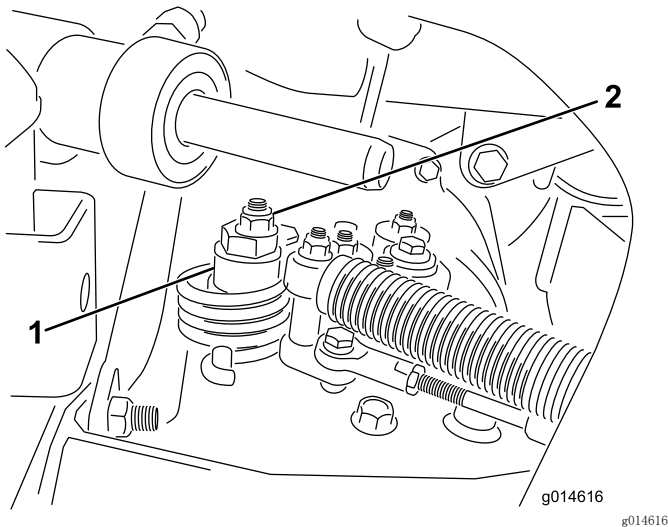

图32
- A. 松开将偏心螺栓固定到静液压泵顶部的螺母（图 32）。
螺栓和调整（图32）。将油门移至慢速 和 快速位置，验证调节情况。